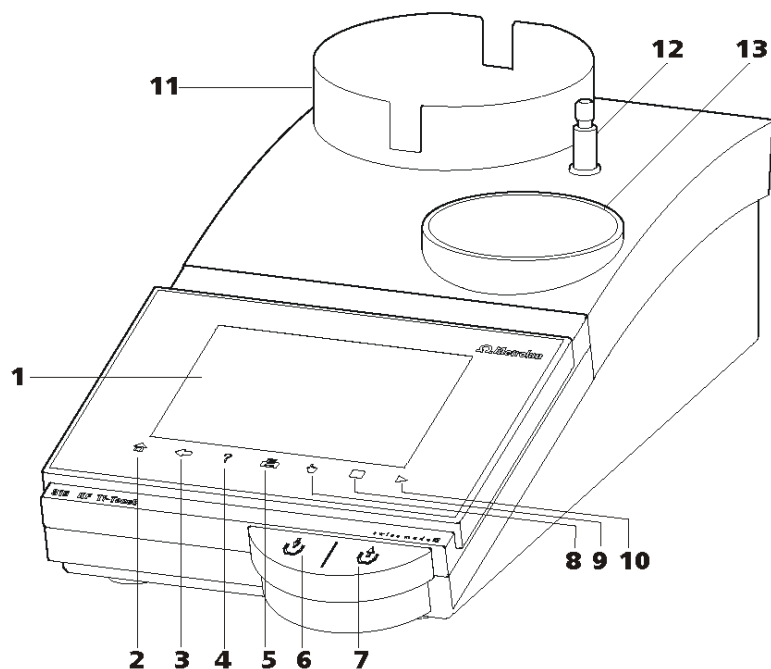

Рисунок 3 Передняя сторона 915 KF Ti-Touch
- 1 Подключите штекер внешнего блока питания к разъему электропитания титратора Ti-Touch (см. рис. 3).